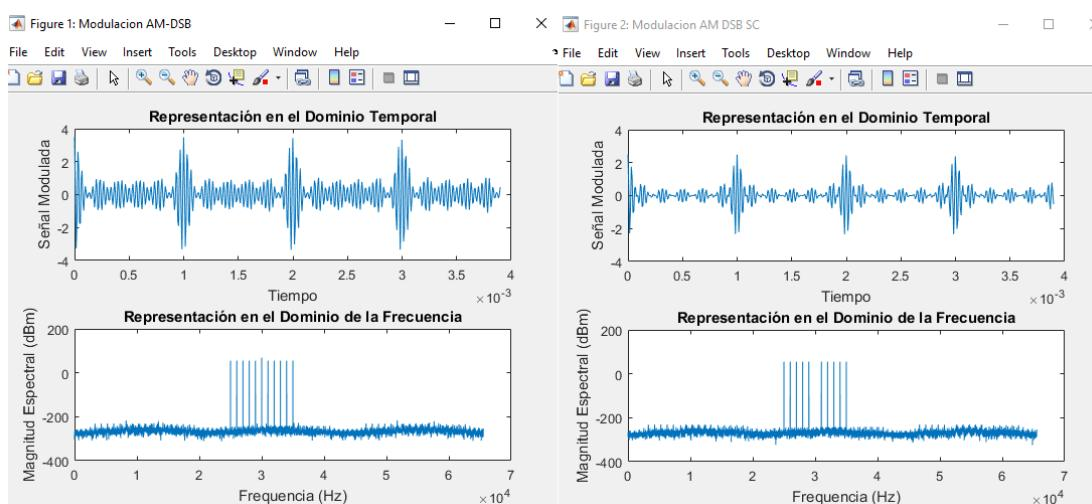

Figura 5: Modulación AM-DSB y AM-DSB-SC multitono
3. En relación al punto 2, haga un barrido de tonos de 1, 5 y 15 utilizando un índice de modulación (μ) de 0.5. En la figura 5 se muestra lo que se debe obtener tras configurar varios tonos (e.g 5 tonos). **NOTA:** Documente las señales temporales y espectrales obtenidas según las cantidad de tonos.